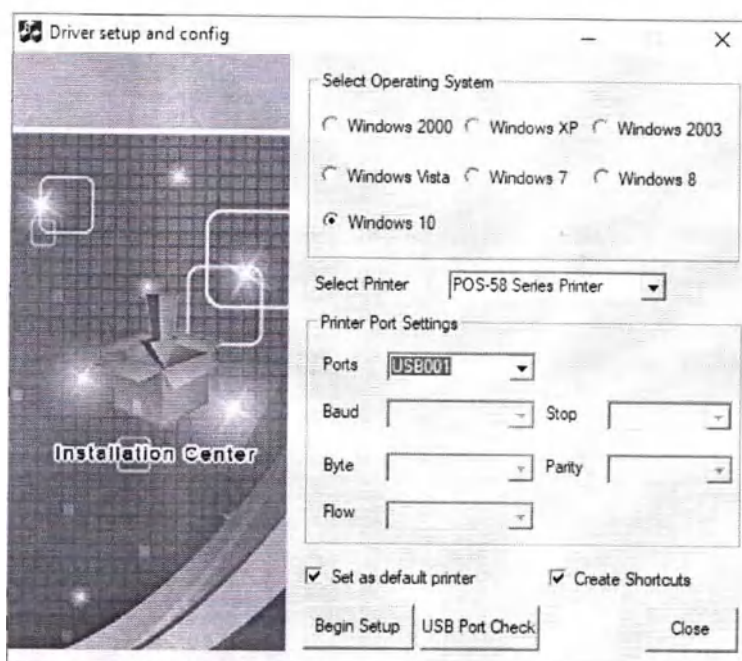

Рисунок 16
6. Далее выберете настройки согласно представленным ниже (Рисунок 16).